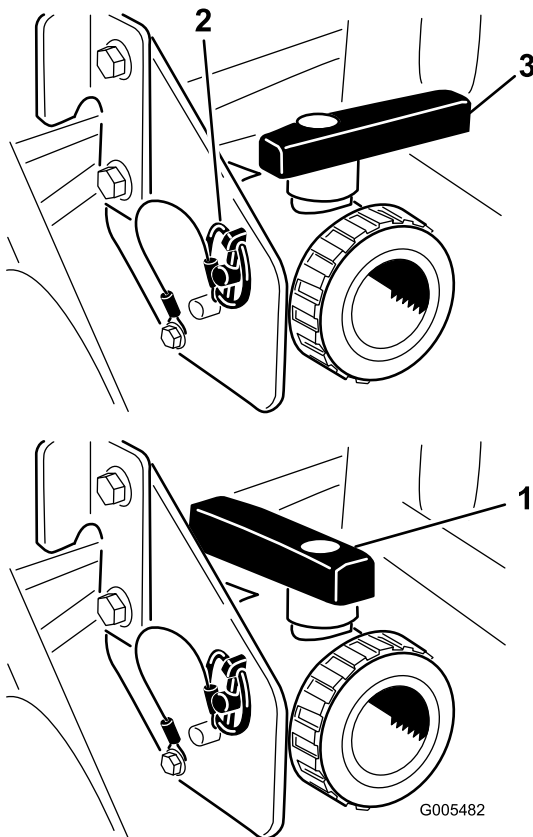

図 26
タンク・ドレン・ハンドルを操作して残っている薬液を全部排出し、地域の法律や規則、メーカーの指示に従って適切に処分する（図 26）。排出が済んだら、ブラケットについているリンチ・ピンを外してドレン・バルブを取り外して地面に置く。これにより、配管内部に残っている薬剤も完全に排出される。
3. 排出が完全に終了したら、ドレン・バルブをフレームに取り付けてリンチ・ピンで元通りに固定し、バルブを閉じる（図 26）。